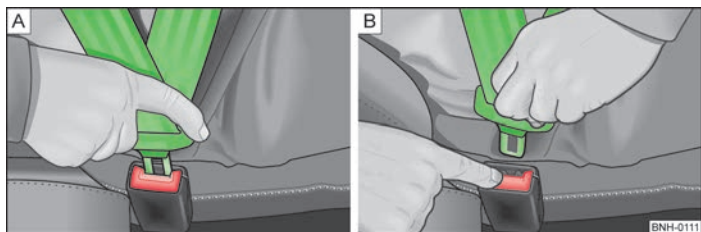

Fig. 79 Fixarea sau desfacerea centurii de siguranță
- Introduceți clema de fixare în catarama aferentă a centurii de siguranță » fig. 79 - până când se fixează cu un clic.
- Apăsați tasta de culoare roșie de pe catarama centurii » fig. 79 - , lamela de fixare sare afară.